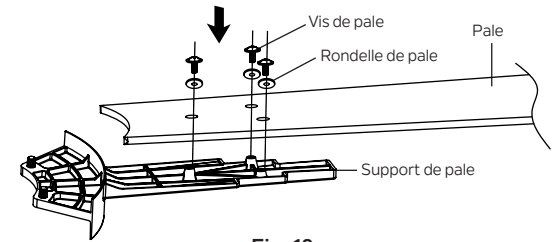

Fig. 18
Étape 1. Fixez la pale au support de pale à l'aide de trois vis de pale et de trois rondelles trouvées dans le pack de quincaillerie, comme illustré. Ne serrez pas les vis de pale tant que chaque vis n'a pas été amorcée. Ensuite, serrez chaque vis en commençant par la vis centrale. (Fig. 18)